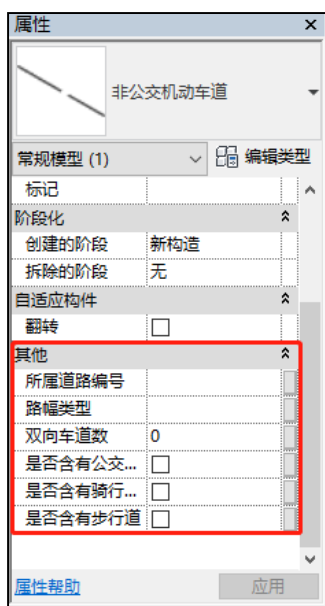

图 3.3.1-7
(1) 由于交叉口模型包含多个构件，为此将交叉口包含的各个构件选中，然后点击菜单栏中的【修改】，在【创建】选项卡中点击【创建组】，组的命名需按照规定命名，命名规则为“交叉口-路口名称 1-路口名称 2”，例如“交叉口_E30-N28”。如图 3.3.1-1 至图 3.3.1-2 所示。